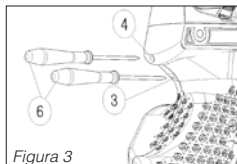

Figura 3
- 17 En la figura 3 se ajusta la segunda etapa que es la dureza del resorte de contención para activación del gatillo metiendo un destornillador plano no 6 en el agujero no 4 (la anchura de caña Tiene que ser de un máximo de 3mm)
- 20 El ajuste del canal de movimiento del mecanismo de contención del gatillo se hace con un destornillador plano no 6 en el agujero no 3 como indicado en la figura 3.